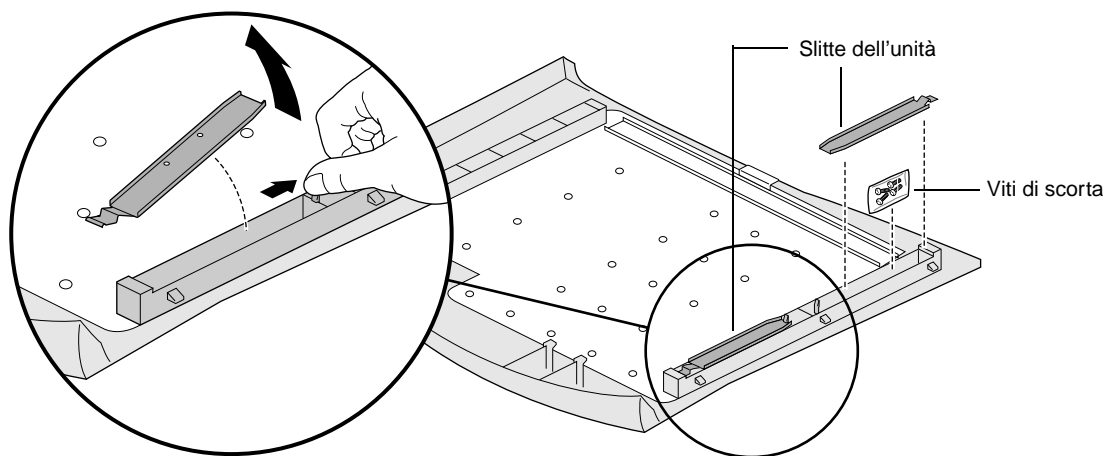

Figura 4-2 Rimozione delle slitte dal pannello laterale
- Se non si sostituisce un'unità, rimuovere le due slitte dal pannello laterale, come illustrato nella Figura 4-2. Rimuovere anche le viti di scorta presenti sul bordo inferiore destro del pannello laterale.
6. Se non si desidera reinstallare l'unità, rimuovere le slitte e riporle all'interno della copertura laterale del sistema (vedere Figura 4-2); se si desidera installare un'altra unità, fissare le slitte alla nuova unità (vedere "Installazione di un'unità per supporti rimovibili" a pagina 33).
8. Estrarre le quattro viti dalla bustina collocata all'interno del pannello laterale (fare riferimento alla Figura 4-2).